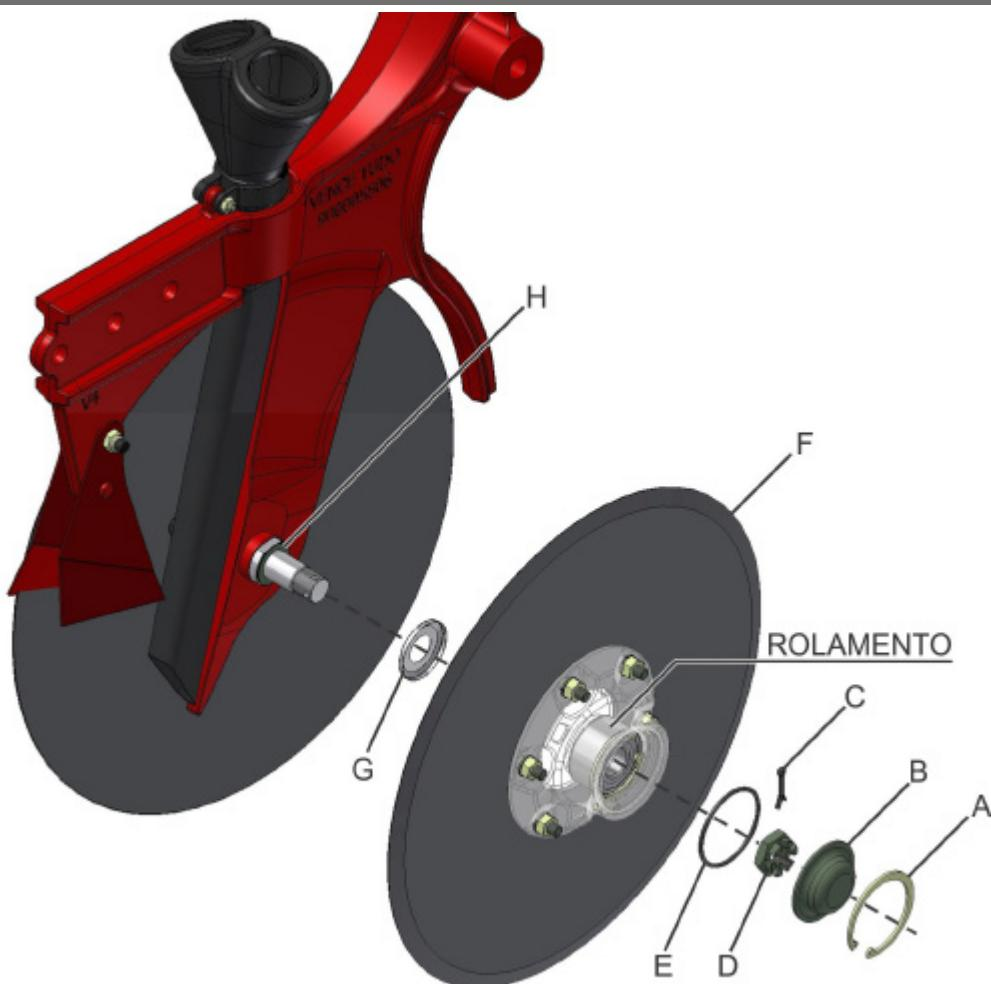

fig. 33
- Retire o anel elástico (A) (fig. 33) e a calota (B) do cubo do Disco Duplo;
- Retire o contra-pino (C), a porca castelo (D) e o anel o'ring (E);
- Retire o conjunto montado disco (F);
- Retire a calota Nilos (G) para verificar se houve a contaminação do rolamento.
- Coloque graxa na parte interna da calota Nilos (G) (fig. 33), isso evitara a contaminação do rolamento;
- Monte a calota Nilos (G) no conjunto montado disco (F) e não no eixo de fixação, isso evitara que a calota Nilos (G) se deformem na montagem;
- Monte o conjunto montado disco (F), ajustando o rolamento com um torque de 25 N/m (Aprox. 2,5 Kg).
O Sistema de Disco Duplo da Pampeana possui arruelas de ajuste (H) (fig. 33), que estão montadas atrás da calota Nilos. São duas arruelas de 0,4 mm montadas em cada disco de corte. Estas arruelas tem a finalidade de dar a opção de ajuste para quando houver o desgaste dos discos de corte. Para ajuste dos discos, siga as seguintes instruções: